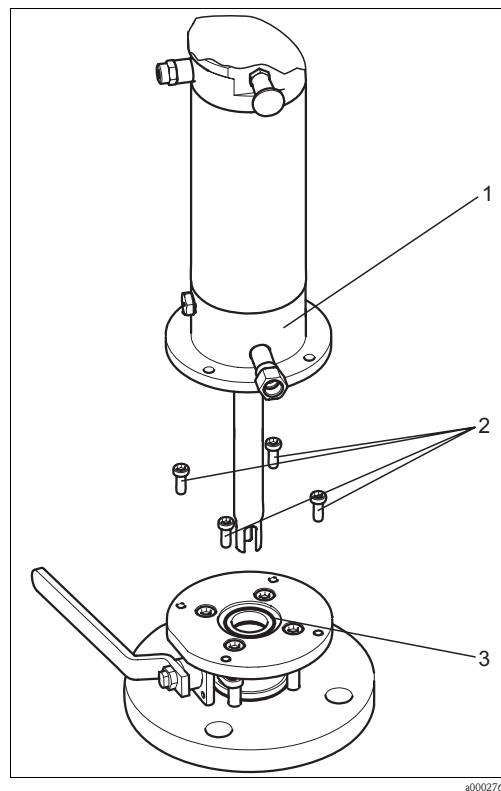
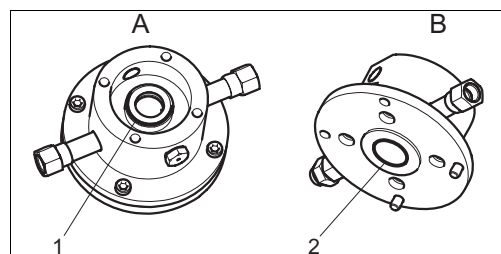

Fig. 30: Sostituzione senza interruzione di processo
Fig. 31: Senza camera di pulizia, A lato interno, B dal basso
1. Aprire le viti tra il disco di separazione della valvola a sfera/armatura e la camera di pulizia (fig. 30, pos. 2).
3. Sostituire l'O-ring, pos. 3.
5. Togliere la camera di pulizia e sostituire gli O-ring (fig. 31).